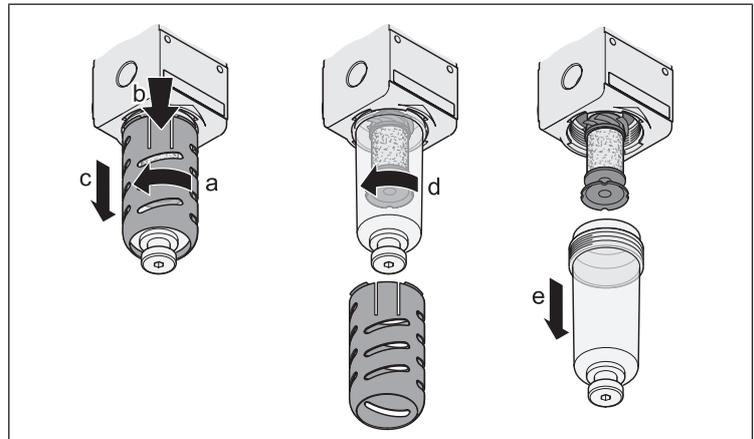
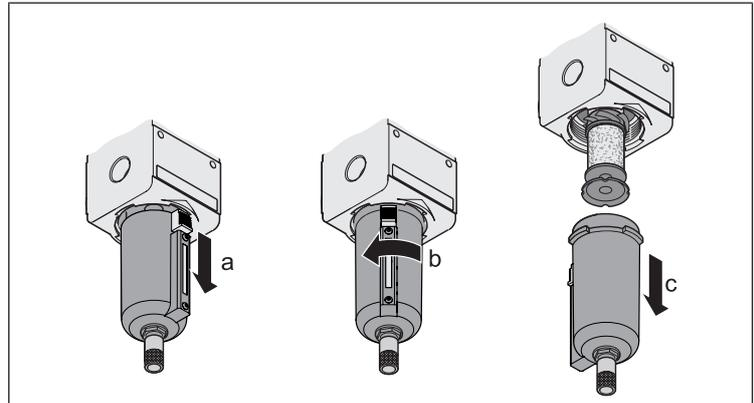

Fig. 4: Remplacement du capot de protection et de la cuve | Série NL2, NL4, NL6
Fig. 5: Remplacement du capot de protection et de la cuve | Série NL1, NL2, NL4, NL6
▶ Le cas échéant, dévisser le capot de protection (→ Fig. 4 a, b) puis le tirer vers le bas (→ Fig. 4c).
▶ Dévisser la cuve (→ Fig. 4d) du boîtier.	Tirer le déverrouillage (→ Fig. 5 a) vers le bas, faire tourner la cuve (→ Fig. 5 b) d'abord vers la gauche puis la retirer vers le bas (→ Fig. 5 c).
▶ Remonter la cuve et, le cas échéant, le capot de protection dans l'ordre inverse, comme indiqué sur l'illustration → Fig. 4.	Remonter la cuve dans l'ordre inverse, comme indiqué sur l'illustration → Fig. 5. Monter la cuve avec une inclinaison de 45° et la tourner vers la droite jusqu'à entendre le déverrouillage s'engcliquer.